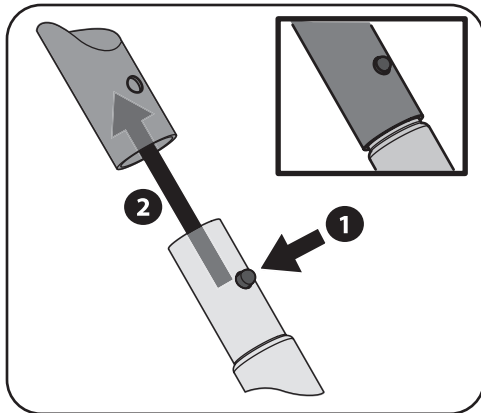

Figure 4-1
1. Appuyez sur le bouton comportant une pince à ressort et faites-le glisser vers le haut et hors de la pièce de raccordement. Consultez la Figure 4-1.